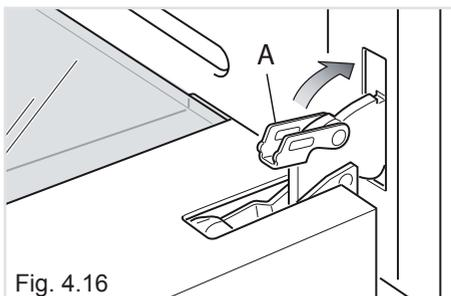

Fig. 4.16
- Aprire completamente la porta del forno e richiudere la leva "A" delle cerniere destra e sinistra (fig. 4.16).